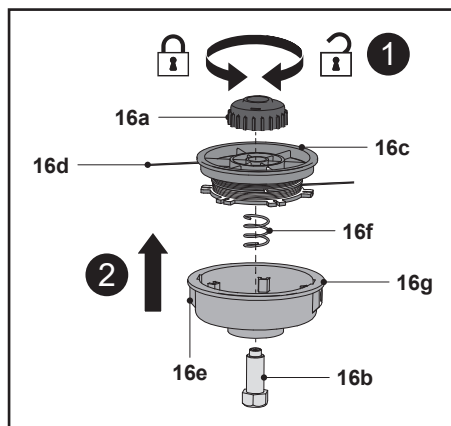

Fig. 27
5. Slăbește butonul de eliberare a firului de tăiere (16a) în sens orar cu mâna și desprinde-l de pe șurubul de blocare (16b) (Fig. 27, pasul 1), apoi scoate butonul (16a) și șurubul de blocare (16b) de pe capul de tăiere (16).
6. Scoate bobina de tăiere (16c) și arc (16f) din carcasa (16g) (Fig. 27, pasul 2).